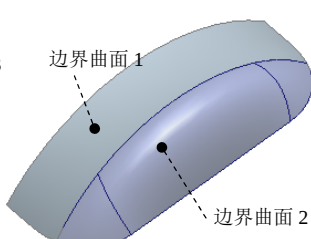

图 4.6.16 创建面组 12
（3）设置相切。在操控板中单击 **约束** 按钮，在弹出界面的第一列表区域中，将 **方向 1 - 第一条链** 设置为 **相切**；然后单击第二列表区域，在图 4.6.16 所示的模型中选取边界曲面 1 的右半部分；单击操控板中的“完成”按钮.
Step9. 创建曲面合并 1。按住 Ctrl 键，选取图 4.6.16 所示的曲面（边界曲面 1 和边界曲面 2）为合并对象，然后单击 **模型** 功能选项卡 **编辑** 区域中的 按钮，单击“完成”按钮.